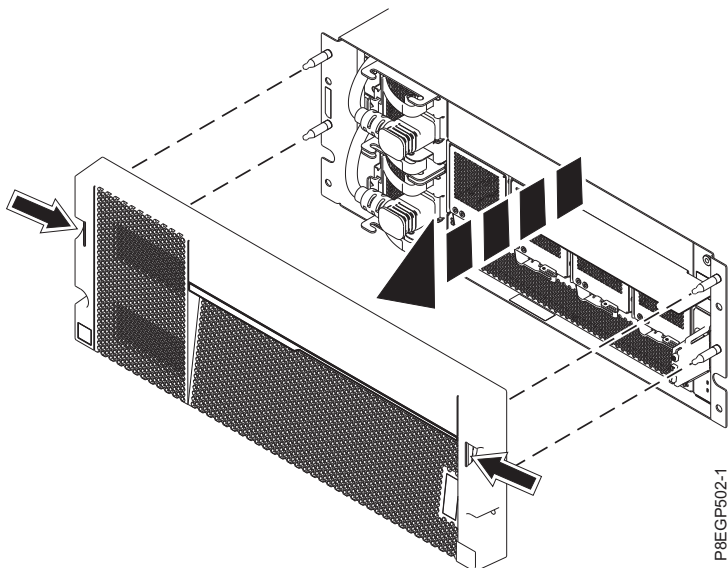

Figure 7. Retrait du capot et de la carte des informations de maintenance
- b. A l'aide des deux points de contact de couleur bleue situés de chaque côté du tiroir, retirez le capot de façon bien droite de la partie avant du tiroir, comme illustré dans la figure 7, à la page 10.